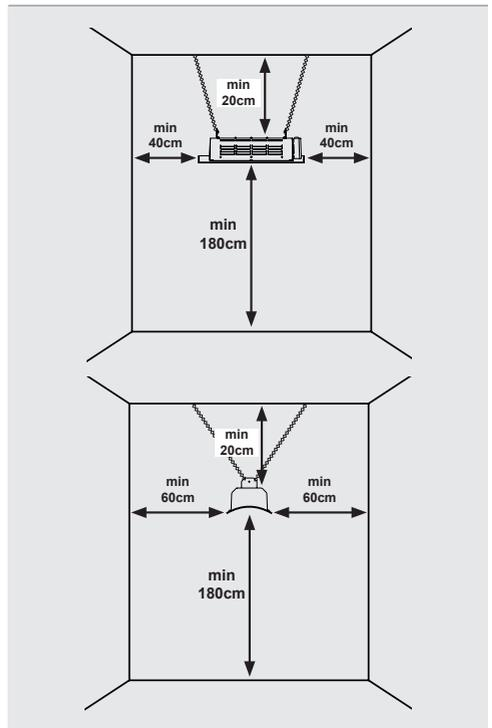

Abb.3a: Mindestabstände Deckenmontage
1. Die Mindestabstände zu Decke, Boden und den Seiten müssen beachtet werden. Siehe Abb. 3a.